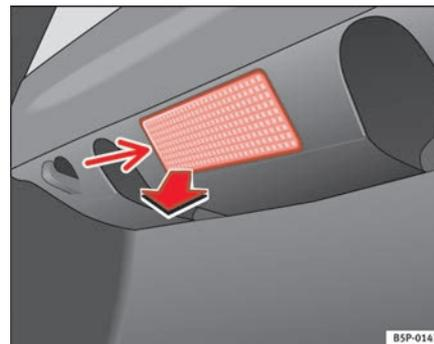

Fig. 192 Éclairage du coffre à bagages
- Retirez la tulipe en faisant pression sur le rebord de la partie inférieure de celle-ci -flèche- à l'aide d'un tournevis plat ⇒ fig. 192. ►